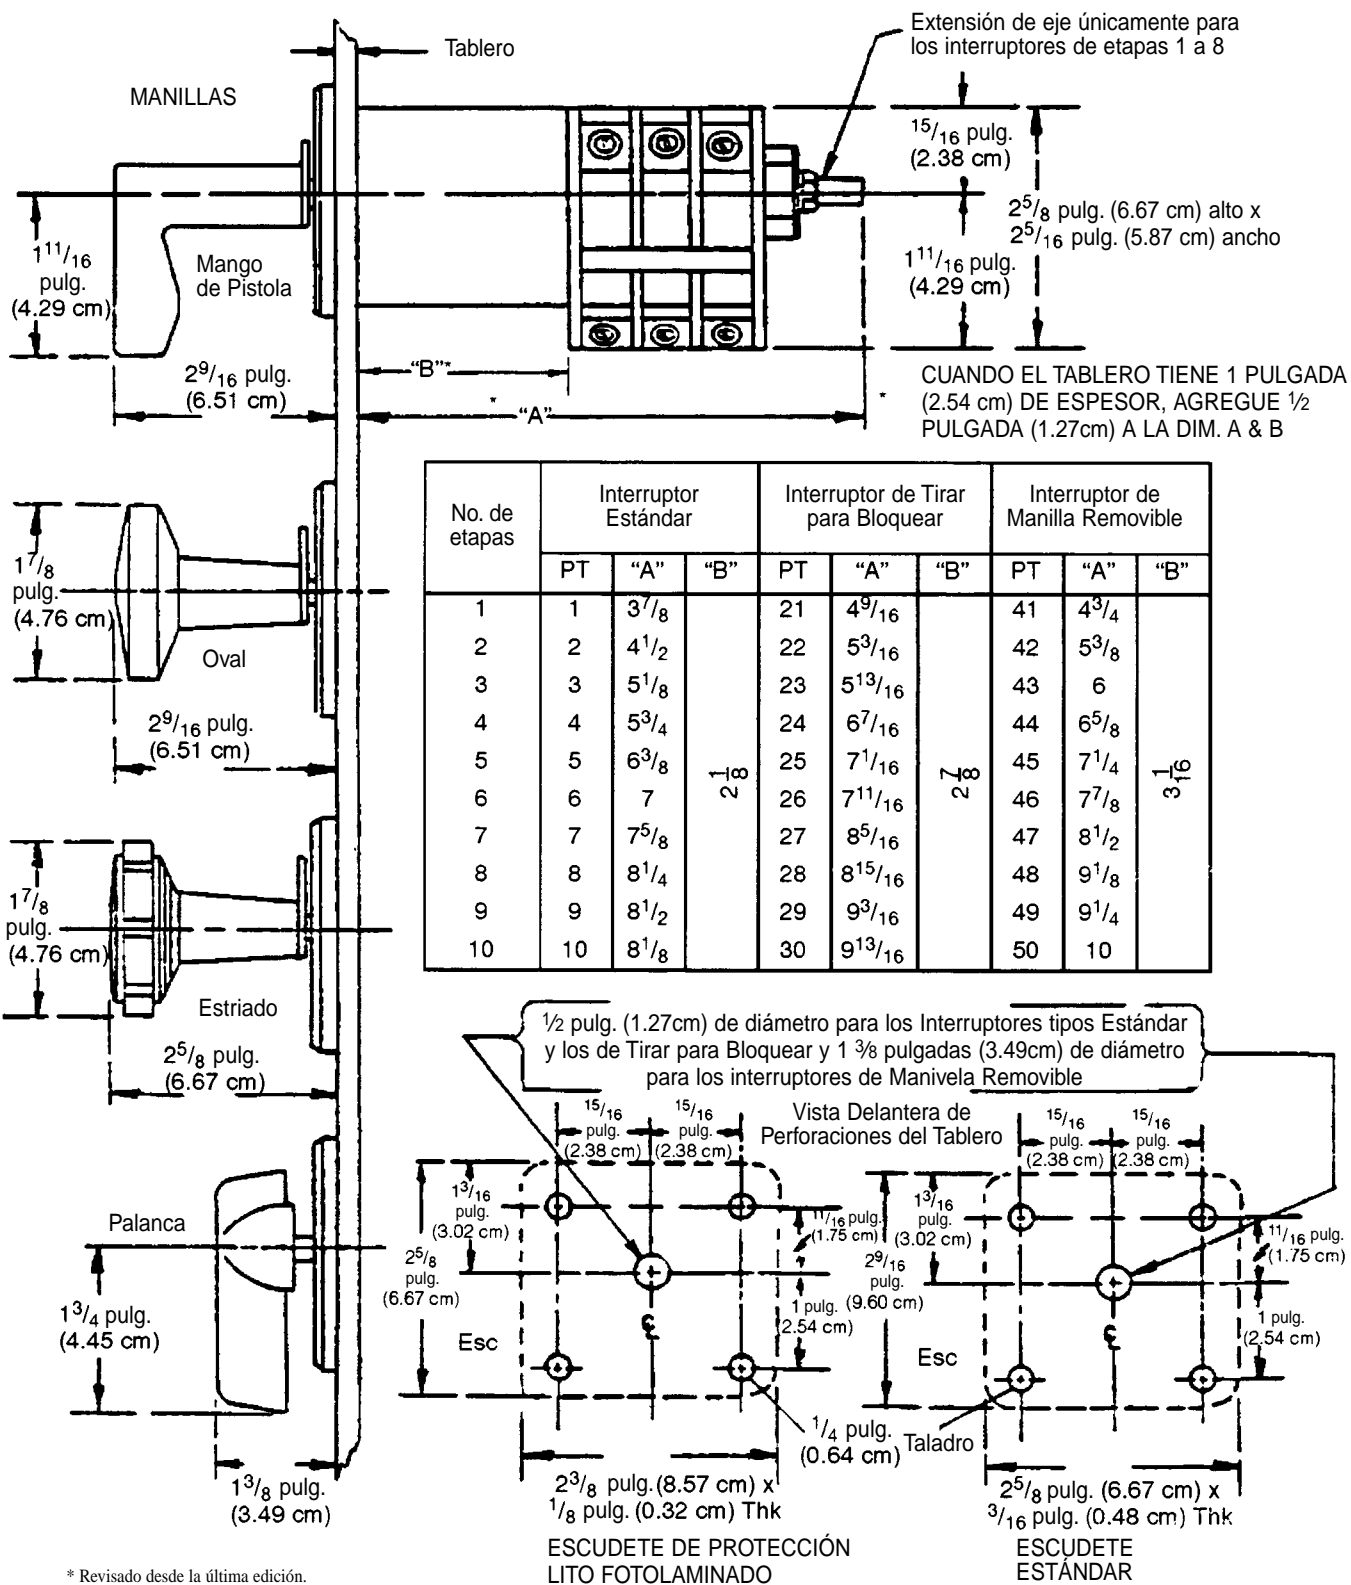

Figura 2. (127A6779-8) Plano y perforaciones del tablero del interruptor tipo SBM
La opción de manillas removibles puede obtenerse con hasta tres (3) chaveteros en el escudete. La ubicación de los chaveteros es a la discreción de los clientes. La manilla es removible en una posición. Manillas de cualquier tipo se pueden usar para esta operación (Véase las opciones de manillas en la Figura 2).
Para los interruptores montados en tableros, los agujeros deben estar tal como se muestra en la Figura 2.